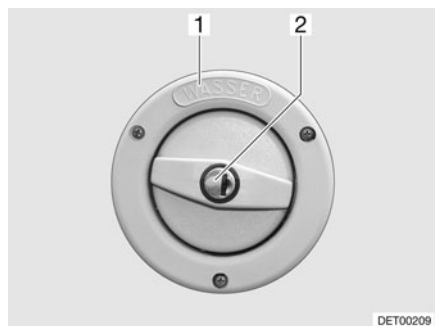

Fig. 155 Tapa de cierre del tubo de llenado de agua potable
El tubo de llenado de agua potable está identificado con el rótulo "WASSER" (agua) (Fig. 155,1). La tapa de cierre se abre y cierra con la llave para las cerraduras de trampilla exteriores.
- Introducir la llave en el cilindro de cierre (Fig. 155,2) y girarla un cuarto de vuelta en sentido contrario a las agujas del reloj.
- Abrir el tubo de llenado de agua potable (Fig. 155).